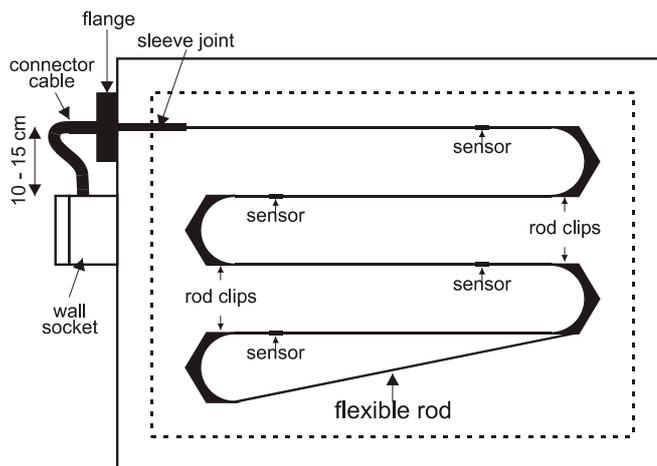

Abb. 2 Montage des Temperaturfühlers C7085A
3. Befestigen Sie die Anschlussdose mit den beiliegenden Blechschrauben 10 bis 15cm neben der Kabeldurchführung. Siehe hierzu auch Abb. 2.